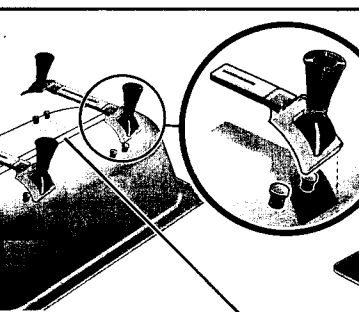

Fig. 4
- 3 Breng plakstrip S die als uitgangspunt dient aan (fig. 4); ontvet indien nodig eerst het oppervlak. De strip moet worden aangebracht in de lengterichting, met de referentielijn A ter hoogte van de opening E in het bad.